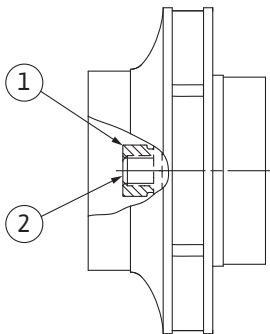

Fig. 107: A járókerékanyája megfelelő helyzete a telepítés után
8. Tartsa erősen a tengelyt egy csavarkulccsal (kulcsszélesség: 22 mm) és a járókerék anyáját az előírt meghúzási nyomatékkal húzza meg (lásd „Meghúzási nyomatékok” [► 30] táblázatot). Az anyának (Fig. 107, 1. poz.) kb. $\pm 0,5$ mm-re illeszkednie kell a tengelyvéghez (Fig. 107, 2. poz.). Ellenkező esetben lazítsa ki az anyát, és ismételje meg a 4 – 8. lépéseket.